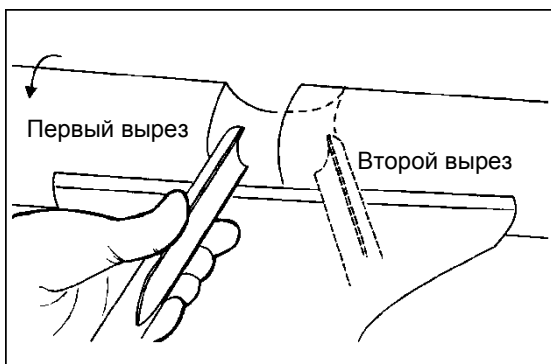

Рисунок 35
1. Протачивайте заготовку краем трубчатого резца, повернув желоб резца на 90° к заготовке, двигаясь по направлению к нижней точке полости. См. Рис. 35. **Закончите обработку в нижней точке; попытка обработки из глубины к поверхности заготовки может привести к застреванию резца.**